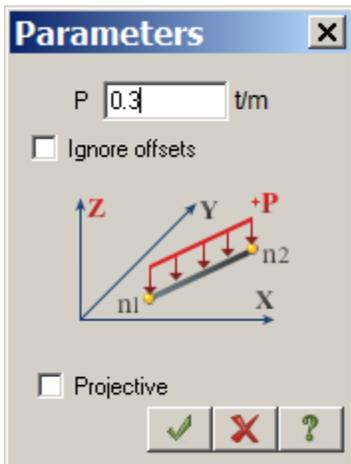

Figure 7.21 Load parameters dialog box
- ⇒ In the **Load parameters** dialog box specify $P = 0.3 \text{ t/m}$ (see Fig.7.21).